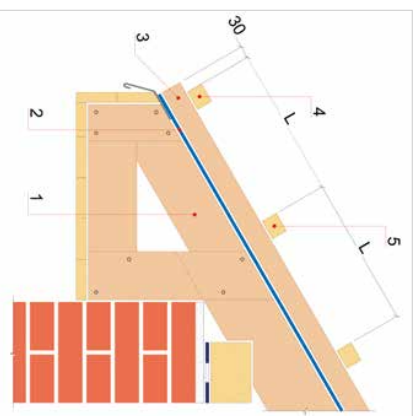

Рисунок 10
5.2.9.2 Расстояние между брусками шаговой обрешетки (L) рассчитывается по нижним краям брусков и зависит от выбранной модели композитной черепицы ДЕКРА (Рисунок 10). (Таблица 7). Монтаж брусков производится снизу-вверх.